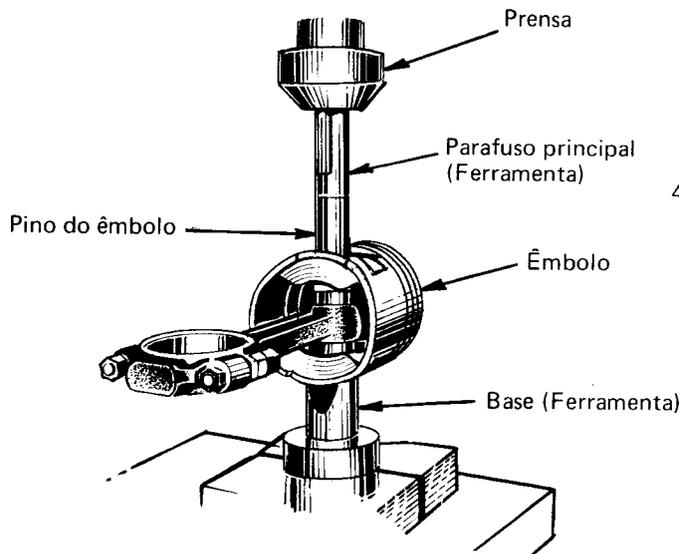

Fig.53 – Montagem do pino com a ferramenta C-4158
- 8) Instalar a porca no parafuso extrator para manter o conjunto unido. Colocar o conjunto numa prensa (Fig.53).